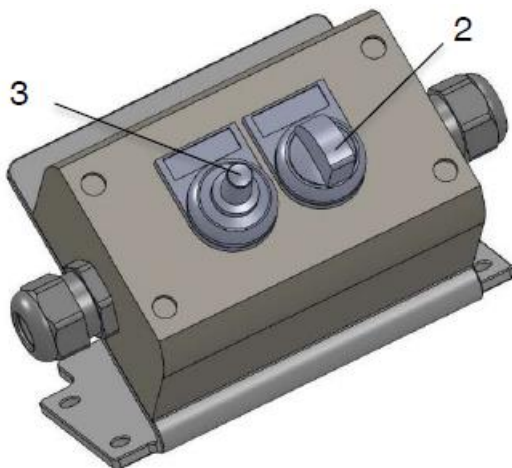

Fig. 11 Régulateur de table MB 20/3
La commande (réglage de la vitesse de rotation avec la pos. 3, allumer et éteindre avec avec la pos. 2) s'effectue entièrement par l'intermédiaire du régulateur de table (fig. 11).